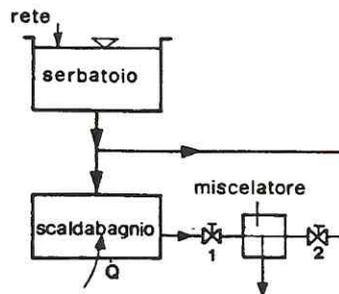

Fig. 3.8
Uno scaldabagno a gas, mostrato in Fig. 3.8 viene alimentato da un serbatoio a livello costante con una portata di 5,0 L/min di acqua alla temperatura di 12,0°C ed alla pressione di 3,0 atm. Nell'ipotesi di regime permanente e moto monodimensionale si calcoli:
- la potenza termica somministrata all'acqua (potenzialità teorica dello scaldacqua), per portare la sua temperatura, all'uscita del miscelatore, quando il rubinetto 2 è chiuso (Fig. 3.8.a), ad un valore di 45°C; si esprima il risultato in kW.
- Lasciando inalterata la temperatura della portata di acqua calda a 45 ° C, si calcoli la portata massica di acqua fredda a 12°C (regolazione rubinetto 2) necessaria per avere in uscita dal miscelatore una temperatura di 38°C (Fig. 3.8.b).
- Se il serbatoio contiene 500 litri di acqua si calcoli per quanto tempo l'utenza può utilizzare la portata in uscita dal miscelatore a 38 ° C in caso di mancanza di alimentazione dalla rete idrica (Fig. 3.8.c)
a) Quando il rubinetto 2 è chiuso, il sistema si riduce a quello mostrato in Fig. 3.8.a, per il quale la portata in uscita dal serbatoio risulta uguale a quella che attraversa lo scaldabagno, e cioè:
Il primo principio della termodinamica per sistemi aperti (R.11), applicato al sistema di Fig. 3.8.a) fornisce:
Fig.3.8 a)
b) Il volume di controllo, in questo caso, è costituito dal miscelatore, ossia da quella porzione di tubazione delimitata dalla linea tratteggiata in Fig. 3.8 b).
Il bilancio di energia applicato al volume di controllo di Fig. 3.8 b), fornisce la relazione:
Fig. 3.8 b)
c) In assenza di alimentazione dalla rete, il serbatoio di capacità 500 litri (Fig. 3.8 c) dal quale fluisce una portata pari a 5,0 L/min, si svuoterà in un tempo pari a:
Fig.3.8 c)